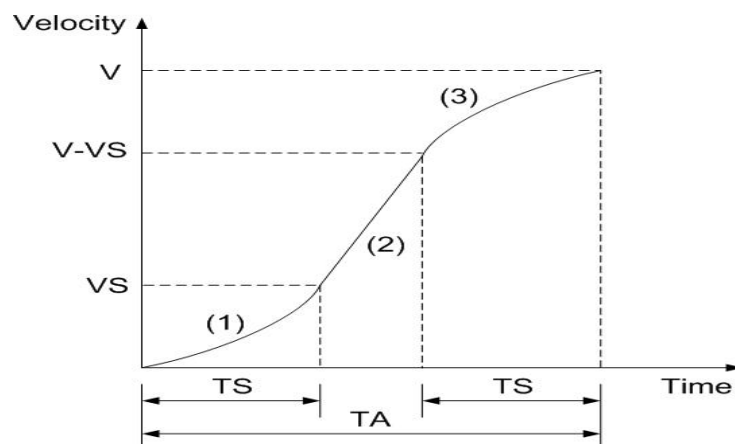

Fig.0-19 局部的 S-曲線加減速
局部的 S-曲線由三個部份組成((1), (2), (3) in Fig. 0-19): 一個直線和兩個 S-曲線，曲線(1)和(3)部份是 S-曲線加速，(2)是直線加速是直線加速部份，整個運動的時間定義為 TA ，而直線加速的時間是 $TA - (2 \times TS)$ 。